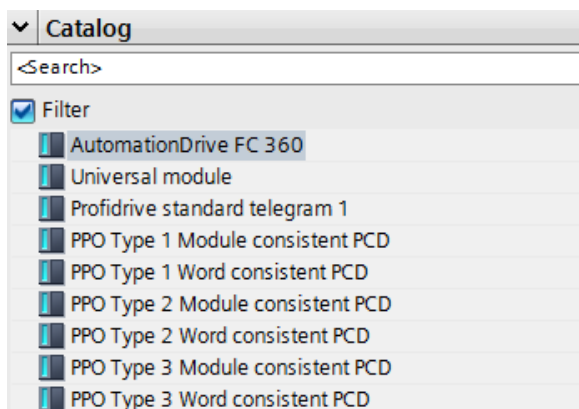

Рисунок 3.5 Импорт GSD-файла и доступ к нему
4. Импортируйте GSD-файл FC 360 и откройте его в дереве каталога оборудования, см. Рисунок 3.5.